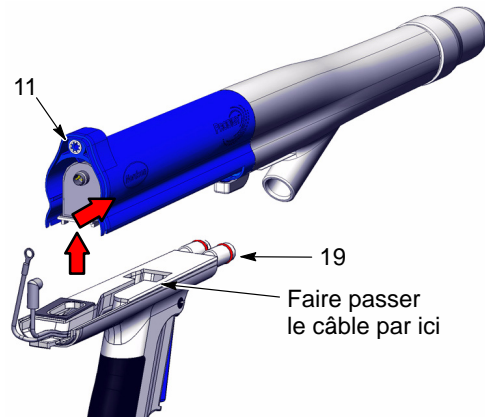

Fig. 22 Séparation du corps du pistolet de la poignée
9. Voir la figure 22. Soulever l'arrière du corps du pistolet (11) pour le détacher de la poignée, puis pousser le corps vers l'avant pour le séparer de la poignée (19).